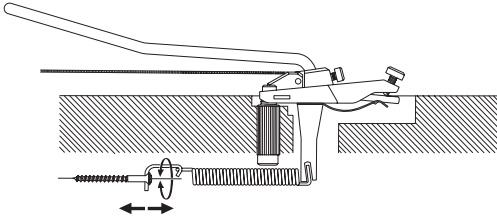
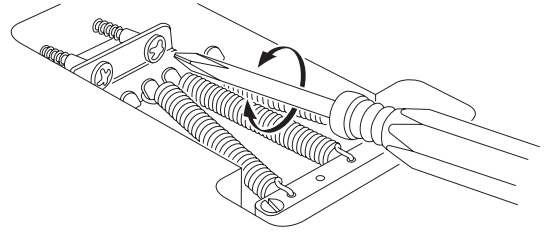

Fig.32
Fig.33
A locking tremolo unit is normally used in a "floating state" that allows the arm to be operated in both the downward and upward directions. The tremolo unit will operate optimally when the tension of the strings balances the tension of the tremolo springs installed inside the guitar body so that the tremolo unit is parallel with the guitar body (Fig.32).
With the guitar tuned accurately, use a Philips (+) screwdriver to turn the tremolo spring hook screws (Fig.33) located on the back of the guitar body. If the tremolo unit is tilted forward toward the neck, the tremolo springs are not tight enough; turn the screws clockwise to tighten the springs. Conversely, if the tremolo unit is tilted backward away from the neck, the tremolo springs are too tight; turn the screws counter-clockwise to loosen the springs.
Um eine optimale Stimmstabilität zu erzielen, sollte das Tremolo parallel zur Gitarrendecke stehen. Das Tremolo arbeitet dann optimal, wenn die Spannung der Saiten durch die Spannung der Tremolofedern im Inneren des Korpus vollständig kompensiert wird, so dass die Tremoloeinheit freischwebend parallel zur Oberfläche des Korpus steht. (Abbildung 32).
1. Öffnen Sie die Abdeckung der Federkammer mit einem Kreuzschlitzschraubendreher an der Rückseite der Gitarre (Abbildung 33).
Une unité de vibrato à verrouillage est normalement utilisée à « l'état flottant » ce qui permet d'utiliser la tige à la fois vers le bas et vers le haut. L'unité du vibrato est au maximum de ses performances lorsque la tension des cordes est équilibrée par rapport à la tension des ressorts installés à l'intérieur de la caisse de la guitare et que l'unité de vibrato est parallèle à la caisse de la guitare (Fig. 32). Une fois la guitare correctement accordée, réglez les vis d'accrochage des ressorts de vibrato (Fig. 33) situés à l'arrière de la caisse de la guitare avec un tournevis cruciforme. Si le vibrato est incliné en avant, vers le manche de la guitare, cela signifie que les ressorts de vibrato ne sont pas assez serrés, tournez les vis dans le sens des aiguilles d'une montre pour resserrer les ressorts. A l'inverse, si le vibrato est incliné vers l'arrière, les ressorts sont trop serrés, tournez les vis dans le sens inverse des aiguilles d'une montre pour détendre les ressorts.
La unidad del trémolo de bloqueo se utiliza generalmente de "forma flotante" lo que permite a la palanca ser accionada tanto hacia abajo como hacia arriba. La unidad del trémolo funcionará de forma óptima cuando la tensión de las cuerdas se equilibre con la tensión de los muelles del trémolo instalados en el interior del cuerpo de la guitarra, de forma que la unidad del trémolo quede paralela al cuerpo de la guitarra (Fig.32). Una vez afinada la guitarra con precisión, utilice un destornillados Philips (+) para girar los tornillos de enganche de los muelle del trémolo (Fig.33) situados en la parte posterior del cuerpo de la guitarra. Si la unidad del trémolo está inclinada hacia adelante en dirección al mástil, los muelles del trémolo no estarán suficientemente apretados; gire los tornillos hacia la derecha para apretar los muelles. De forma inversa, si la unidad del trémolo está inclinada hacia atrás en dirección contraria al mástil, los muelles del trémolo estarán demasiado apretados; gire los tornillos hacia la izquierda para aflojar los muelles.
Un ponte tremolo è di norma settato in modo flottante affinché la leva tremolo possa essere utilizzata nelle due direzioni (verso l'alto e verso il basso). Il ponte tremolo funziona in modo ottimale quando la tensione delle corde equilibra la tensione delle molle tremolo dietro al corpo della chitarra, cosicché l'unità tremolo risulta parallela al corpo della chitarra (fig. 32).
Con la chitarra accordata con precisione, avvalersi di un cacciavite a testa Philips (+) per girare le viti dei ganci delle molle tremolo (fig. 33) situate sul retro del corpo della chitarra. Se l'unità tremolo è inclinata in avanti verso il manico della chitarra, le molle non sono serrate a sufficienza; girare le viti verso destra per serrare le molle. Invece, se l'unità tremolo è inclinata all'indietro lontano dal manico, le molle sono troppo serrate; girare le viti verso sinistra per allentare le molle.
ロッキングトレモロは通常、アームダウン、アップの両方向が行えるフローティングの状態で使用します。弦の張力と、ギターボディ裏側に装備されたトレモロスプリングの張力の釣り合いで、トレモロ本体がおおよそギターボディと平行(Fig.32)な状態に調整することで最適なアーミングが行えます。
正確にチューニングした状態で、ギターボディ裏にあるトレモロスプリングフックのスクリュー(Fig.33)を(+)ドライバーで回します。トレモロが、ネック側に対して前方へ傾きすぎている場合は、トレモロスプリングの力が弱いため、スクリューを時計方向に回してスプリングを張ります。反対に、トレモロがネック側に対して後方へ傾きすぎている場合は、スプリングの力が強すぎますので、スクリューを反時計方向に回してスプリングを緩めます。